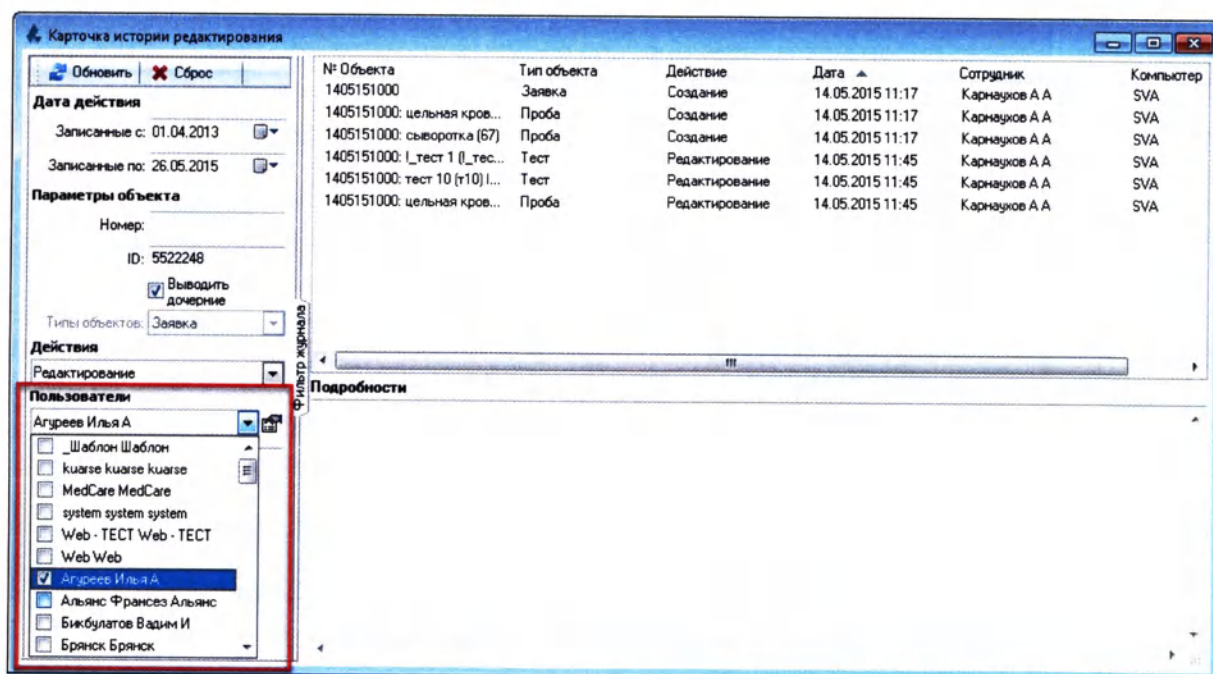

Рисунок 14.4
3. Чтобы просмотреть какие изменения были выполнены определенным пользователем, из выпадающего списка **«Пользователи»** выберите интересующего пользователя и нажмите кнопку **«Обновить»** (Рисунок 14.4):